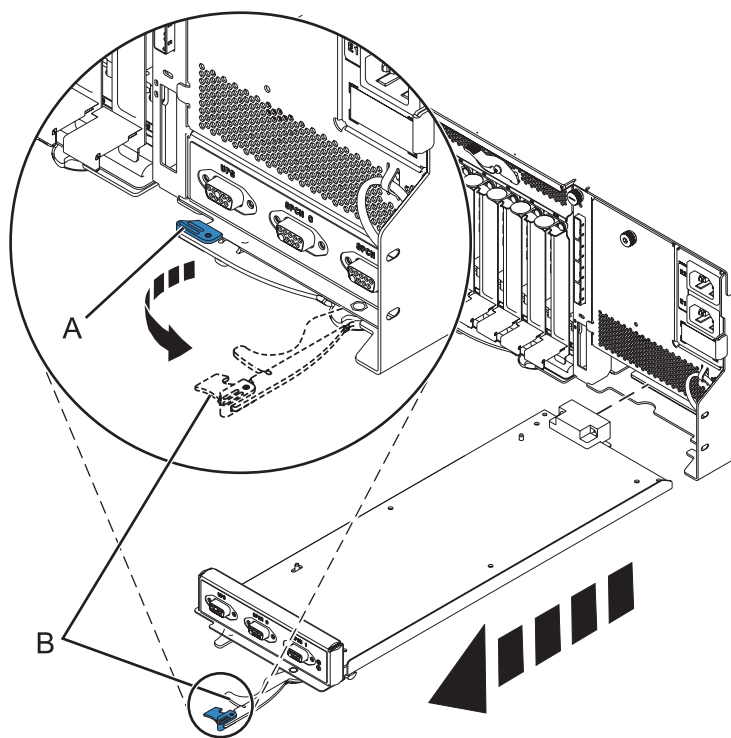

Figura 86. Extracció del controlador de gestió d'allotjaments
- b. Premeu el pestell (A) per desbloquejar la nansa (B). Consulteu Figura 86 a la pàgina 129.